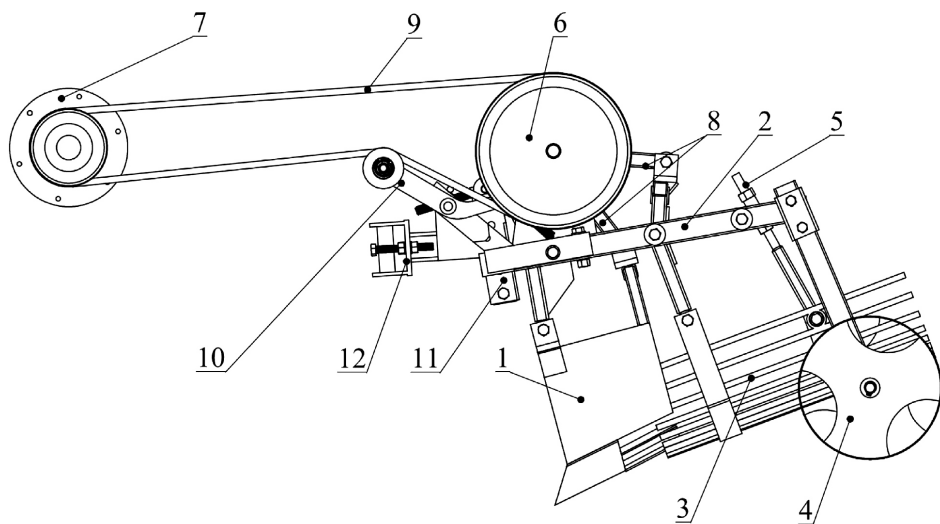

Рис. 1. Картофелекопалка вибрационная: общее устройство.
2. Установить на ступицу большого шкива трактора (мотоблока) ведущий шкив (поз.7, Рисунок 1) картофелекопалки.
3. Установить большой шкив картофелекопалки (поз.6, рисунок 1).
4. Установить натяжное устройство с роликами (поз.10, рисунок 1).
При первом заезде регулируется глубина погружения ножа и скорость агрегата. Нож должен идти в почве несколько ниже клубней картофеля, чтобы не повреждать их и не оставлять в почве. Регулировка глубины ножа осуществляется при помощи узла сцепки и опорных колес. При укорачивании стоек опорных колес глубина погружения ножа увеличивается, а при удлинении – уменьшается. Обычно устанавливается глубина подкапывания 16-20см. На выходе с грохота должно оставаться небольшое количество земли (чтобы клубни меньше контактировали с прутками грохота), клубни и крупные комки земли. Если глубина погружения ножа нормальная, а в грохоте много засыпанного картофеля, нужно отрегулировать задние тяги грохота (поз.5 Рисунок 1), до достижения желаемого результата. На сепарацию влияет залипание грохота землей, поэтому регулировка задней части грохота осуществляется после того, как вы убедились, что на грохоте нет перекрытых участков.